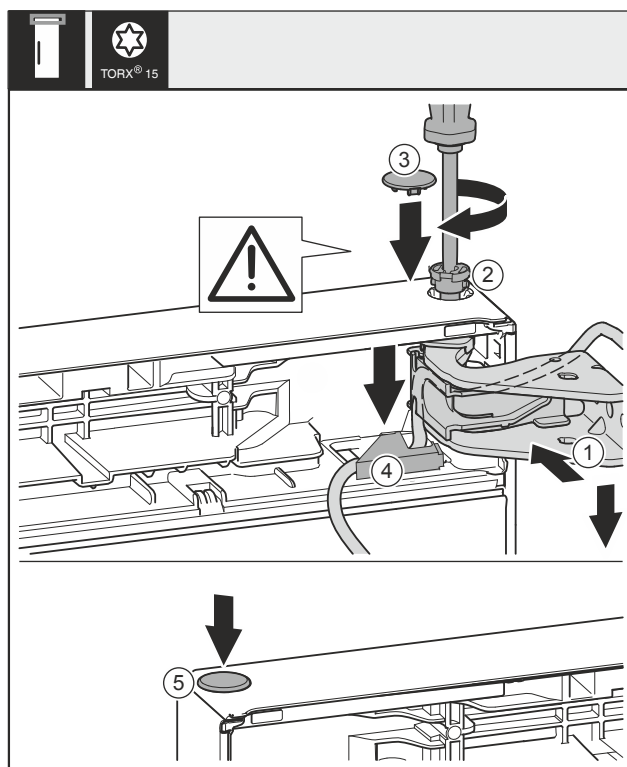

Fig. 31
- Dveře nahoře vyrovnejte s otvorem ve stojanu ložiska Fig. 31 (1).
- Vložte čep Fig. 31 (2) a pevně jej utáhněte šroubovákem.
- K zajištění dveří namontujte bezpečnostní kryt: Bezpečnostní kryt Fig. 31 (3) nasadte a zkontrolujte, zda přiléhá na dveře. V opačném případě čep zcela zasuňte.
- Vložte kryt Fig. 31 (4) a zatlačte jej směrem dolů, dokud nezacvakne.
- Vložte zátku Fig. 31 (5).